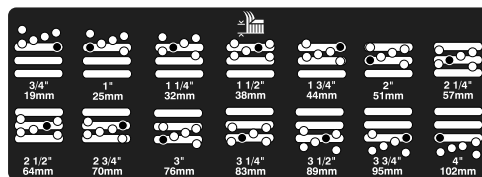

Рисунок 4
5. Переместите камеру на желаемую высоту среза и установите проставку в обозначенное отверстие и проем высоты скашивания (Рисунок 4).